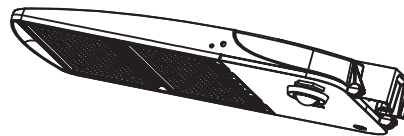

Figure 5
5. Verrouillez les vis du couvercle du circuit d'attaque pour terminer l'installation. (Figure 5)